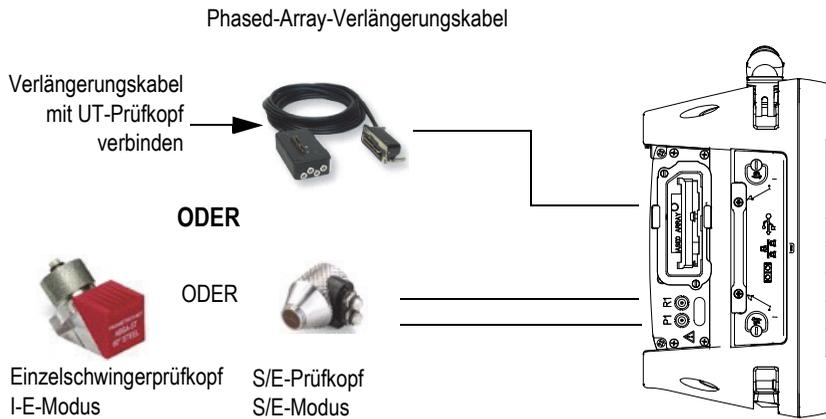

Abbildung 1-5 Anschluss von UT-Prüfköpfen
Die Software OmniScan MXU kombiniert die Gruppenstrahlertechnik (PA) und die konventionelle Ultraschalltechnik (UT). Je nach dem an der Rückseite des OmniScan MX2 montierten Moduls können Sie UT- oder PA-Sensoren einsetzen. UT-Prüfköpfe werden an die UT-Anschlüsse angeschlossen, wie in Abbildung 1-5 auf Seite 26 gezeigt. Setzen Sie für den Sender/Empfänger-Modus einen S/E-Schallkopf ein. Mit einem Adapter kann auch ein UT-Prüfkopf mit dem PA-Anschluss verbunden werden.